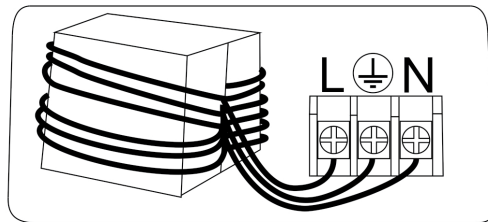

Fig. 5
- Si se instala el aparato con el cable empotrado en la pared, primero saque el tornillo (8) (Fig. 2) de la tapa inferior del aparato (5) y después desinstale el cable original de dentro del aparato. El cable empotrado a la pared se tiene que insertar dentro del aparato y conectar, dando 4 vueltas en la ferrita, a la toma el cable L (marrón), N (azul) y tierra  (amarillo - verde) al terminal según Fig. 5. Después se puede cerrar la tapa inferior del aparato (5).